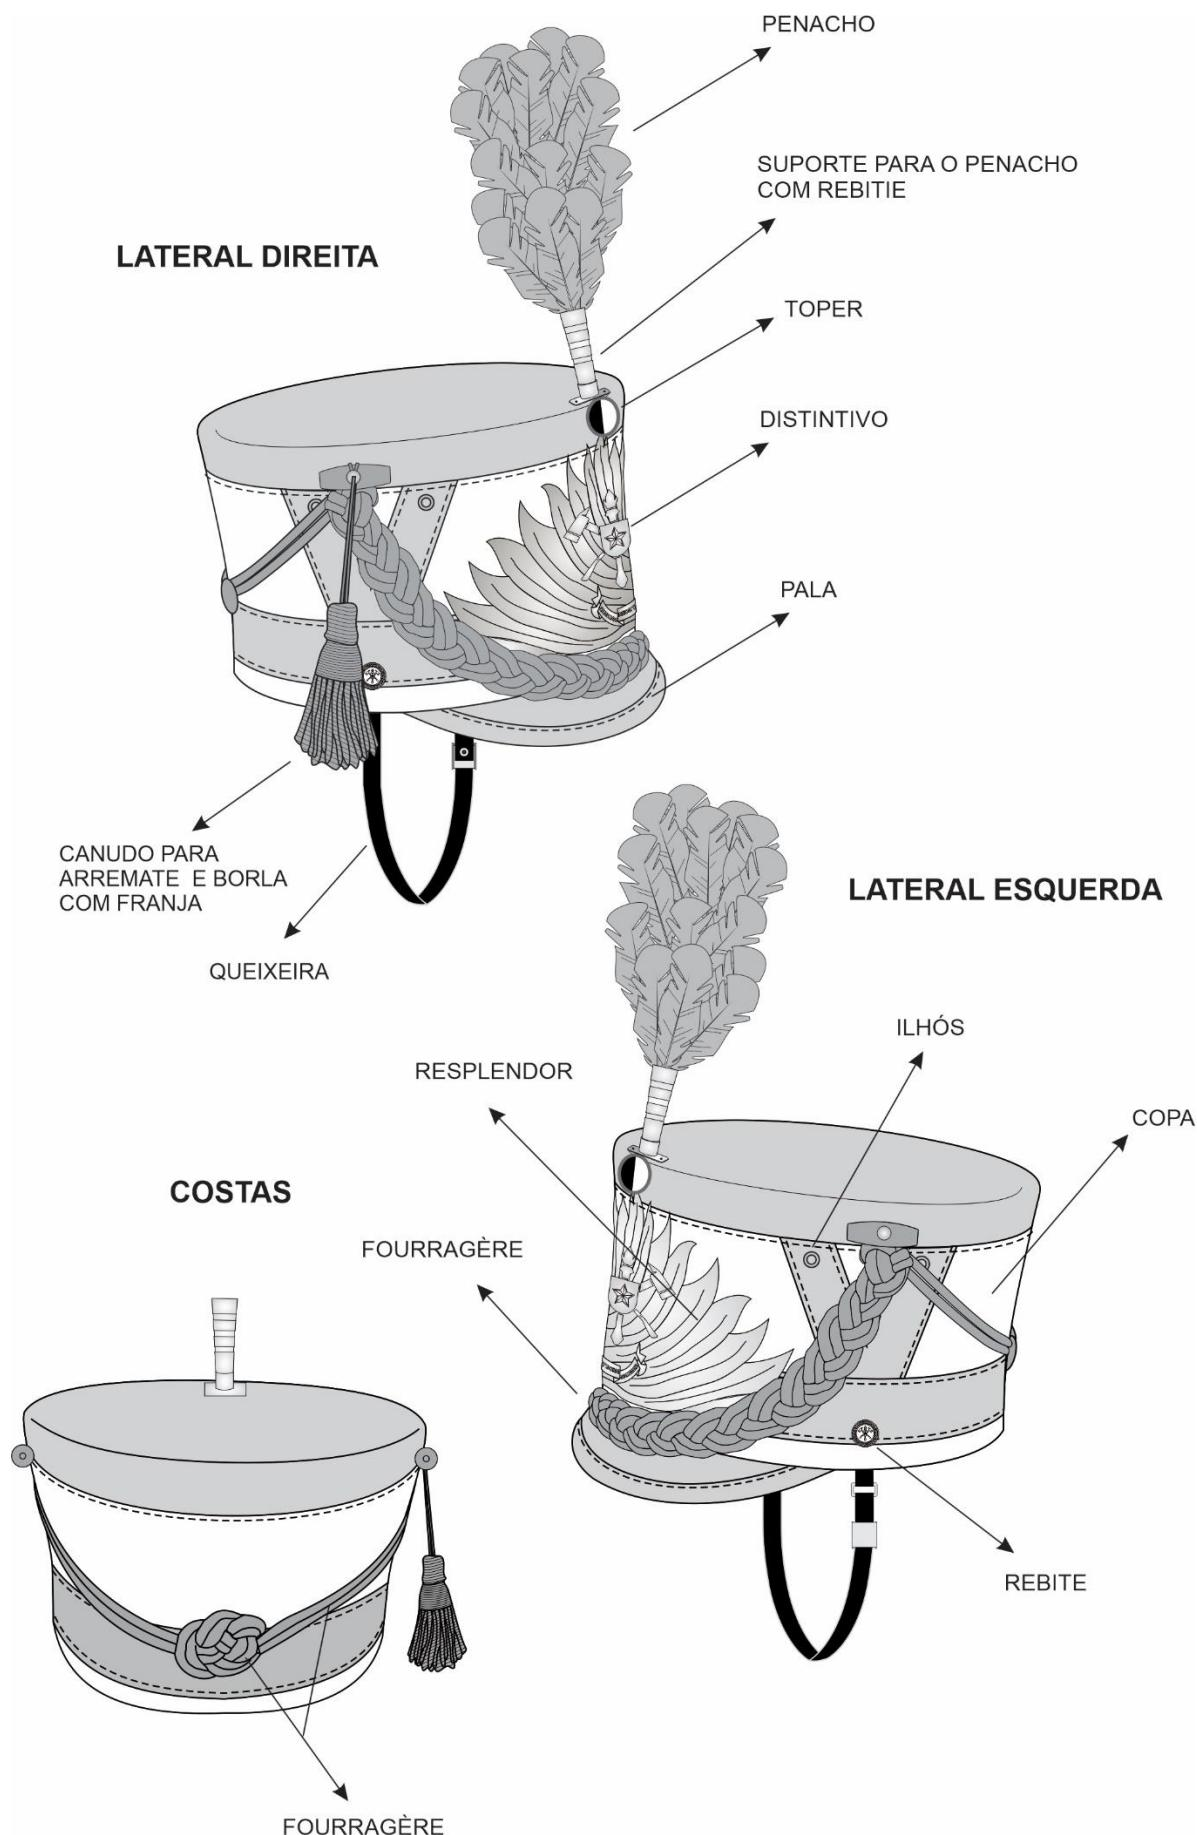

Figura 2 – Detalhes das partes componentes da barretina
A Barretina é composta pelas seguintes peças: copa, jugular, pala, distintivo, rebites, *fourragère* e penacho, além de forro e carneira que estão na parte **interna e os materiais externos** da barretina (ver figura 2 e 4);
Na frente da copa é fixado um *Fourragère* com trançado duplo na cor azul escuro, sendo, as extremidades fixadas nas laterais e no limite superior, lateral, da cobertura da copa por meio de rebites de forma que o trançado fique apoiado sobre toda a extensão da pala (ver figura 2 e 9);
Canudo de PVC ou poliestireno (PS) vazado medindo 4,1 cm de comprimento por 1,2 cm de espessura encapado com tecido trançado 100% poliéster na cor azul escuro com rebite metálico tipo bailarina ao centro medindo 0,8 cm de diâmetro. O rebite é fixada nas laterais superiores da barretina junto do limite dos *Fourragères* como arremate (ver figura 2 e 10);
Borla em PVC ou poliestireno (PS) pendurada no canudo junto com o rebite por meio de cordão (linha de borla) medindo 0,2 cm de espessura por 5,0 cm de comprimento. Borla medindo 4,0 cm de comprimento, 2,5 cm de largura na parte inferior e 1,8 cm na parte superior. Base inferior da borla com franja 100% poliéster na cor azul escuro, colada, medindo 4,0 cm de comprimento, corpo da borla revestido com tecido trançado 100% poliéster na cor azul escuro arrematado com cordão (linha de borla) de 0,2 cm de espessura desde a base inferior até a cintura da borla. A borla é pendurada na lateral direita da barretina na parte superior, ela pendura possui comprimento total de 13,0 cm (ver figura 2 e 10);
Penacho com penas aparadas na cor azul, branco e vermelho com suporte em rolha de cortiça medindo 1,6 cm de comprimento por 1,8 cm de diâmetro. O penacho mede 21,0 cm de comprimento junto com o suporte, o mesmo deve ser inserido no suporte removível localizado no topo da cobertura da barretina (ver figura 2 e 7);
Queixeira em cadarço de gorgorão, na cor preto, medindo 1,5 cm de largura com uma tira fixada na lateral esquerda da base inferior da barretina medindo 41,5 cm de comprimento com um regulador de metal prateado tipo “jacaré” medindo 2,0 cm de comprimento por 1,8 cm de largura para ajuste da queixeira no usuário e uma alça do mesmo cadarço de gorgorão medindo 1,5 cm de comprimento com uma argola de metal niquelado medindo 2,2 cm de comprimento por 1,1 cm de largura na lateral direita da base inferior da barretina para passagem do cadarço com o regulador (ver figura 2 e 11);
Pala confeccionada em PVC ou poliestireno com 1,2 cm de espessura, revestida com laminado sintético preto, com alto brilho, deve ser simétrica e costurada no entorno da copa, na base inferior frontal. Pala medinho 4,5 cm de largura ao centro e diminuindo para as extremidades até a região dos rebites que prendem a jugular, queixeira e o laminado sintético. O contorno externo da pala forma um arco medindo 18,5 cm de largura e possui acabamento com viés do mesmo material do revestimento, medindo 1,0 cm de largura (ver figura 2 e 8);